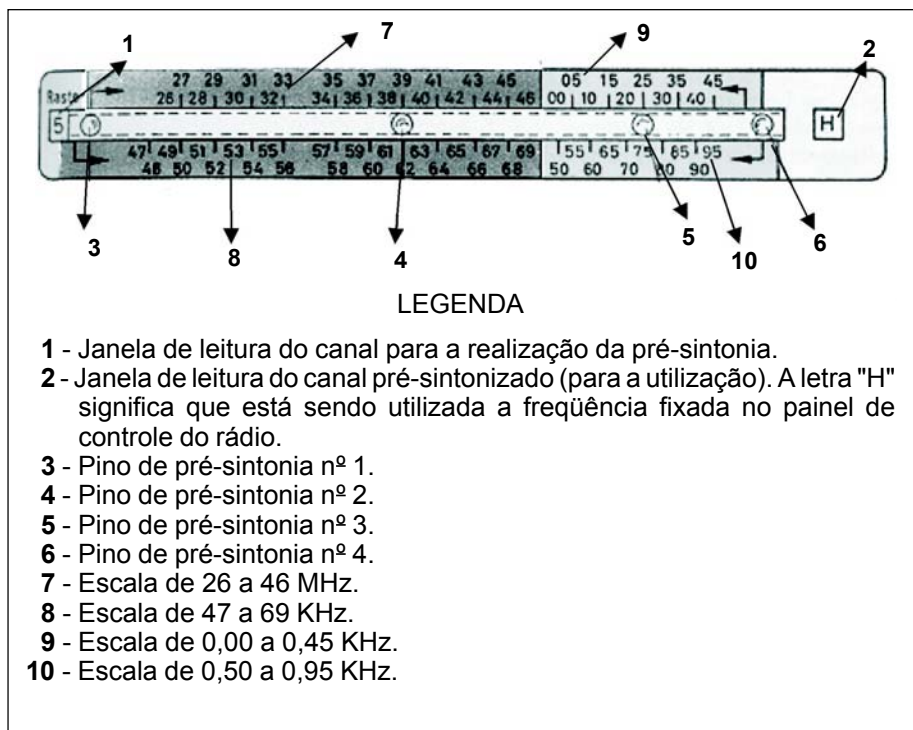

Fig 8-21. Pré-sintonia de frequência
### a. Painel de pré-sintonia (Fig 8-21)
**b. Procedimento para a pré-sintonia** - Ex: Deseja-se pré-sintonizar a frequência 39.75 MHz no canal 1 (um) (orientar-se pela Fig 8-21):
- (1) desligar o rádio;
- (2) abrir o dispositivo de pré-sintonia;
- (3) girar o seletor de pré-sintonia até que o número (1) seja afixado na janela da esquerda (1);
- (4) colocar o pino de seleção da esquerda (3), de acordo com a seta que indica a escala de cima (26 a 46 MHz). Este pino serve para selecionar se o equipamento irá sintonizar a banda baixa (posição à direita referente à escala de cima) ou banda alta (posição à esquerda referente à escala de baixo);
- (5) colocar o pino de seleção dos Mhz (4) na posição 26;
- (6) colocar o pino de seleção da direita (6), de acordo com a seta que indica a escala de baixo (0,50 a 0,95 MHz);
- (7) colocar o pino de seleção (5) na posição 75;
- (8) fechar o dispositivo de pré-sintonia; e
- (9) para trabalhar nesta frequência, girar o seletor de pré-sintonia até que o número (1) apareça na janela da direita (2).
**OBSERVAÇÃO:** Avarias graves podem ser causadas se colocarmos o pino de seleção da esquerda (3) na seta referente à banda I (escala de cima) e selecionarmos uma frequência referente a banda II (escala de baixo)